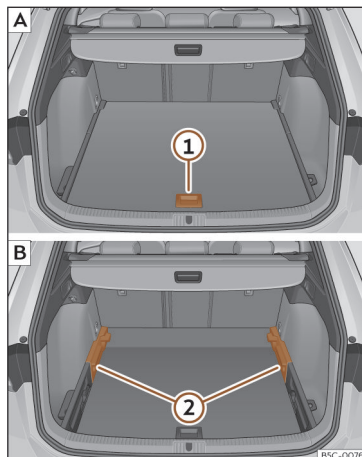

**Fig. 187** Piso variável da bagageira: [A] posição alta; [B] posição baixa.
- Para passar da posição baixa para a alta, levante o piso pela pega >>> Fig. 187 (1), puxe-o para trás até que a parte dianteira do piso baixe totalmente os suportes (2).
- Desloque o piso sobre estes para a frente até que chegue ao limite no encosto dos bancos traseiros e, de seguida, baixe o piso com a peça (1).
- Para passar da posição alta para a baixa, levante o piso pela pega >>> Fig. 187 (1), puxe-o para trás até que a parte dianteira do piso baixe totalmente os suportes (2).
- Deixe cair a parte anterior contra o piso e empurre o piso para a frente até que atinja o limite no encosto dos bancos traseiros, baixando ao mesmo tempo o piso com a pega (1).
- Com o piso variável na posição alta, levante pela pega >>> **Fig. 187** ①, puxe-o e empurre para o encosto dos bancos traseiros até que o piso dobre pela linha da dobradiça e a parte móvel do piso assente sobre o mesmo.